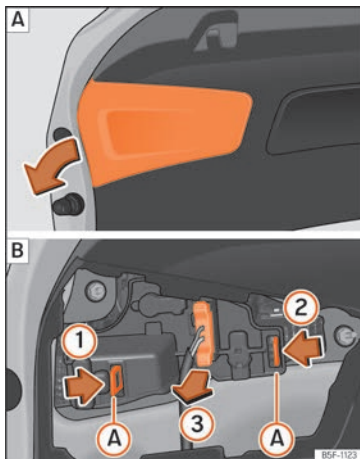

Abb. 65 Abdeckung der Heckklappe entfernen und Lampenträger ausbauen.
- Nehmen Sie die Abdeckung der Heckklappe in Pfeilrichtung ab »» **Abb. 65 A**.
- Entriegeln Sie die Befestigungslaschen **A** des Lampenträgers in Pfeilrichtung **1** und **2** »» **Abb. 65 B**.
- Ziehen Sie den Lampenträger in Pfeilrichtung heraus **3** »» **Abb. 65 B**.
- Bauen Sie den Lampenträger ein und achten Sie darauf, dass die Halteclips **(A)** » **Abb. 65** **(B)** richtig befestigt sind.